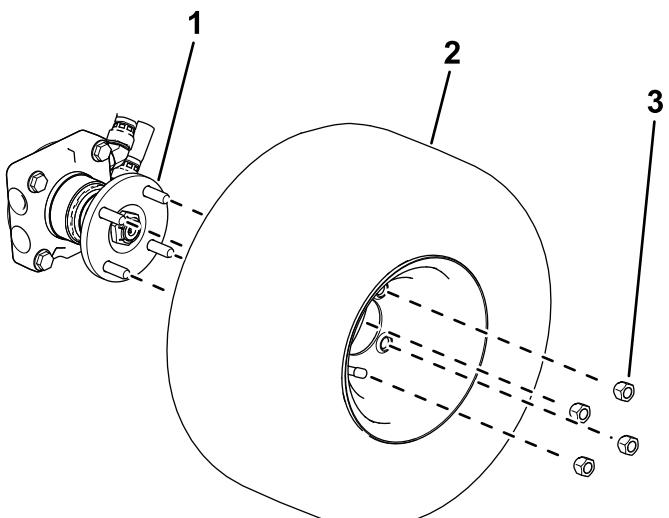

Figure 4
- **Modèles à 4 roues motrices :** fixez la roue sur le moyeu avec 4 écrous de roue (Figure 4).